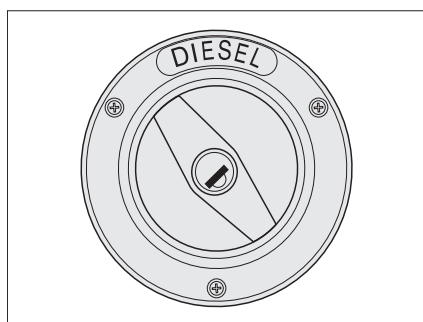

Fig. 29 Couvercle de fermeture du bec de remplissage du carburant
- Insérer la clé dans le barillet (Fig. 29,1) et la tourner dans le sens inverse des aiguilles d'une montre.